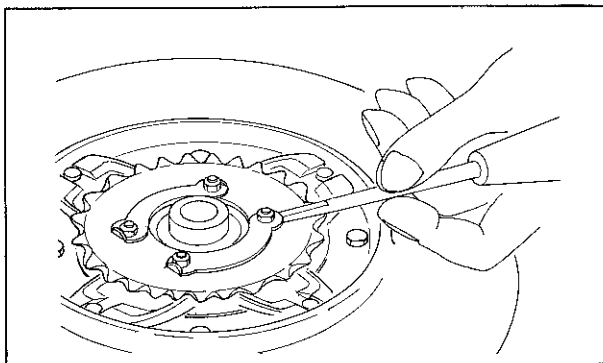

Fig. 5-5-4
4. During reassembly, make sure that sprocket and sprocket seat are clean. Tighten the securing bolts in a crisscross pattern. Bend the tabs of the lock washers fully against the securing bolt flats. (Fig. 5-5-4)
4. Lors du remontage, nettoyer soigneusement le pignon et sa surface d'appui. Serrer les boulons de fixation en croix. Replier complètement les rondelles freins contre les pans des boulons (Fig. 5-5-4).
4. Vor dem Wiedereinbau sicherstellen, daß das Kettenrad und dessen Sitz sauber sind. Befestigungsschrauben überkreuz festziehen. Lappen der Sicherungsscheibe vollständig gegen die Schlüssel­fläche der Befestigungsmuttern biegen. (Fig. 5-5-4)